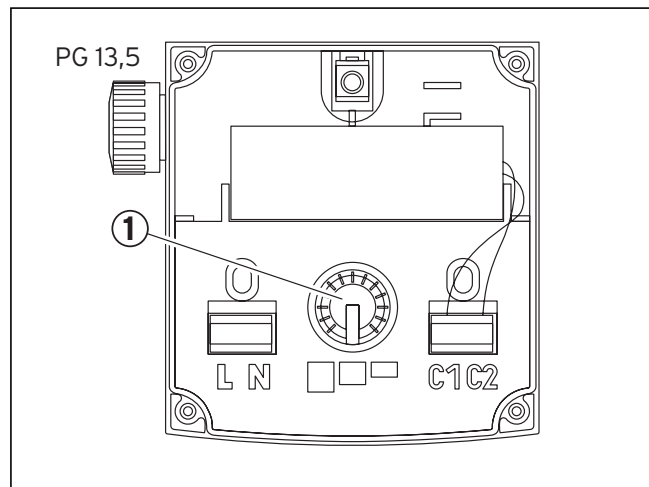

Рис. 8.2 Арт. № 309 441, 309 442 и 00 2001 6930
- Типы EM: 3-ступенчатый-поворотный выключатель (рис. 8.2 и 8.3, поз. 1) настроить в клеммовой коробке на необходимое число оборотов.